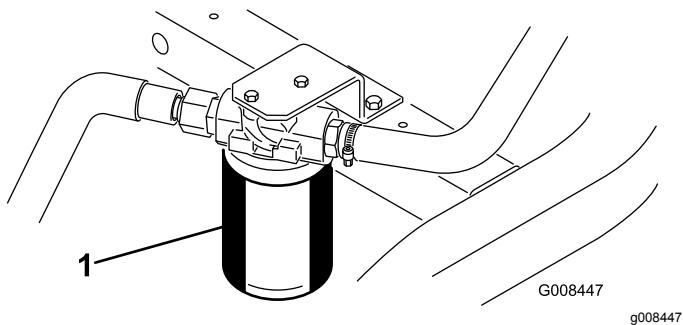

图48
1. 清洁过滤器安装区周围的区域图48。在过滤器下面放置一个放油盘并拆下过滤器。